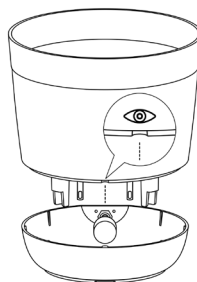

Abbildung 9
5. Setzen Sie den oberen Teil (den Erdbehälter) des Pflanzgefäßes mit den Dochten in korrekter Ausrichtung auf das Wasserreservoir des Pflanzgefäßes (siehe Abb. 9 am Beispiel Boum Topf 13 L Pro). Erdbehälter und Reservoir sollten bündig sein.